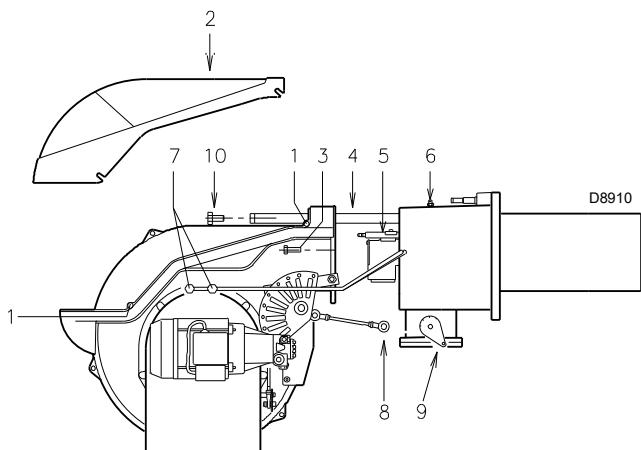

Fig. 42
- Desserrer les vis 1)(Fig. 42) et enlever le capot 2).
- Remettre le vis 3)(Fig. 42) et tirer délicatement vers l'extérieur les câbles de sonde et d'électrode, jusqu'à les mettre légèrement sous tension.